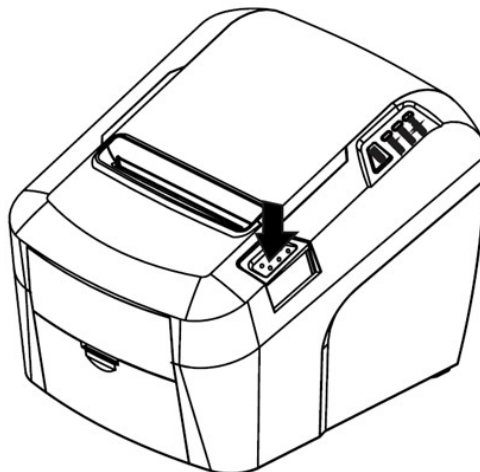
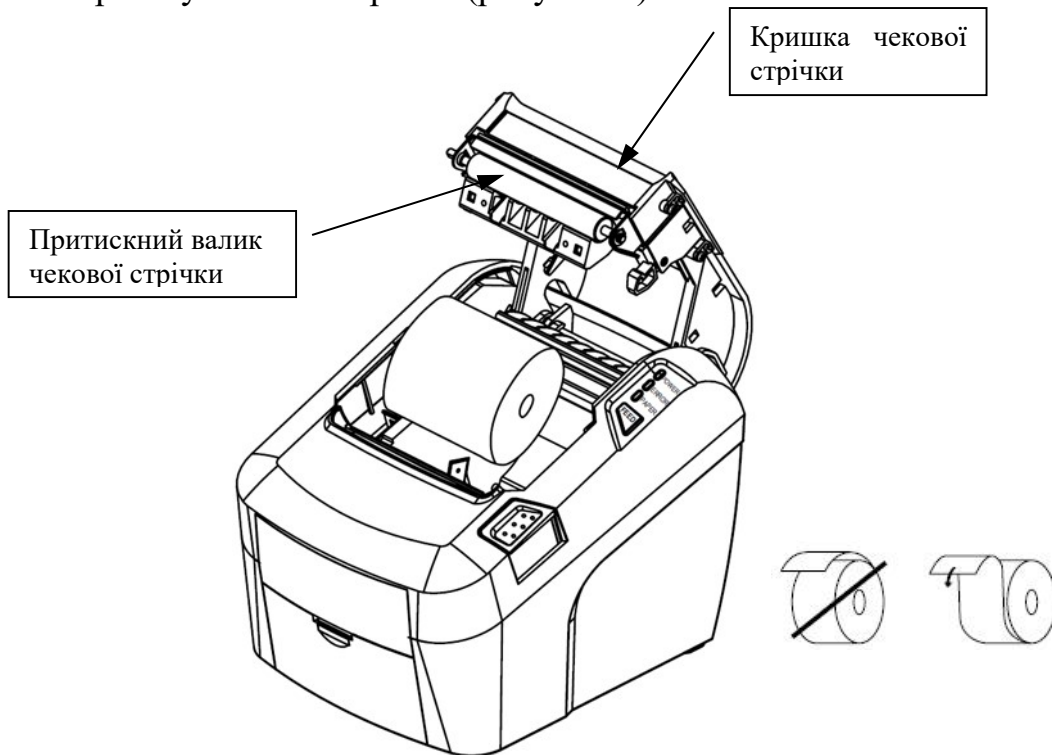

Рисунок 7 - Кнопка відкривання кришки чекової стрічки
Рисунок 8 - Встановлення чекової стрічки
- натисніть кнопку відкривання кришки (рисунок 7) та відкрийте кришку чекової стрічки (рисунок 8).
- вставте рулон паперу в нішу реєстратора (рисунок 8);
- вставити рулон паперу в нішу для чекової стрічки реєстратора (рисунок 8);